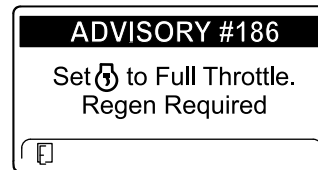

Figura 50
**Nota:** Si el InfoCenter muestra la ADVERTENCIA N° 186 (Figura 50), ponga el motor en velocidad máxima (ralentí alto) para permitir que continúe la regeneración de reinicio.